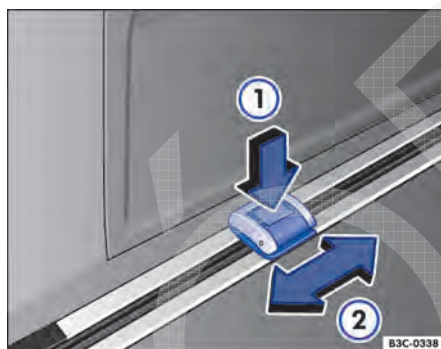

Fig. 117 No compartimento de bagagem: ajustar e desinstalar os olhais de amarração.
- Pressionar o botão do olhal de amarração ⇒ Fig. 117 ①.
- Deslocar o olhal para a posição desejada ②.